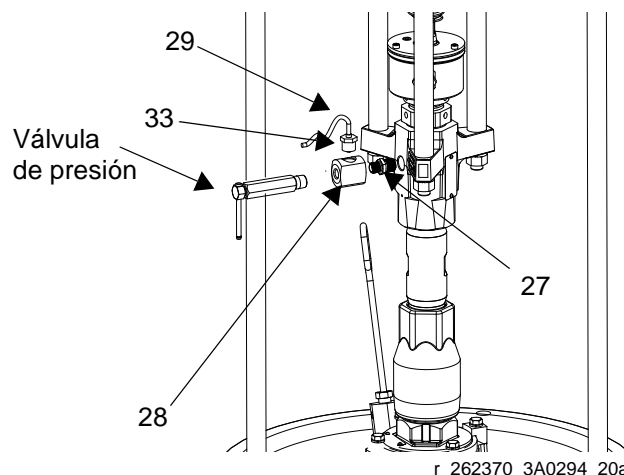

FIG. 75: Instalación del sensor de presión
- b. Aplique el sellador suministrado en el adaptador (27), el colector (28) y la válvula de presión. Instale estos tres en el orden mencionado. Consulte la FIG. 75.
- d. Instale la junta tórica (33) y el sensor de presión (29); utilice alambres (26) para sujetar el cable al elevador y a la manguera de aire.